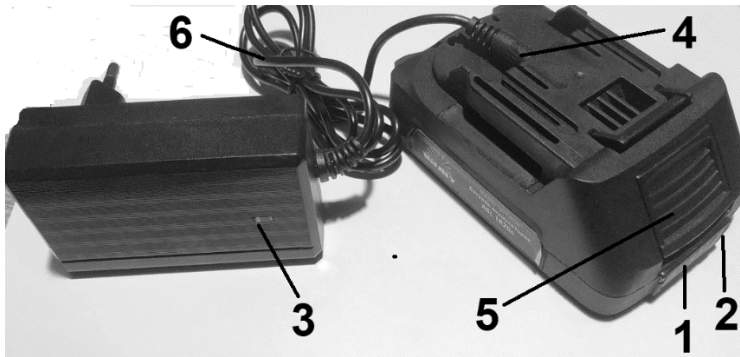

Рисунок 4. Схема заряджання АКБ.
5.1.5.1 Перевірка рівня зарядження акумуляторної батареї (рис. 4).
1. Натиснути та утримувати кнопку акумулятора (2, рис. 4), яка розташована на верхній панелі акумулятора.
2. Під час утримання кнопки залежно від стану заряду батареї почнуть світитися відповідні індикатори (1, рис. 4).
5.1.5.2 Зарядження акумуляторної батареї (рис. 4).
4. Контролювати ступінь зарядження акумулятора за кольором індикаторів (3, рис. 4).